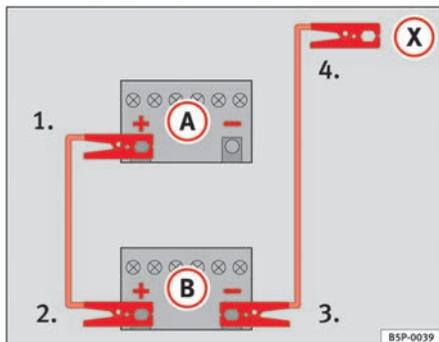

Fig. 237 Esquema de conexión de los cables de emergencia
En la ⇒ fig. 237 (A) representa a la batería sin carga y (B) a la batería con carga.
1. Emborne un extremo del cable de emergencia rojo al polo positivo ⇒ fig. 237 (+) del vehículo con la batería descargada ⇒ ⚠.
4. Emborne el otro extremo del cable negro de emergencia (X) a una pieza de metal maciza unida al bloque motor o al mismo bloque motor del vehículo con la batería descargada, lo más alejado posible de la batería ⇒ ⚠.